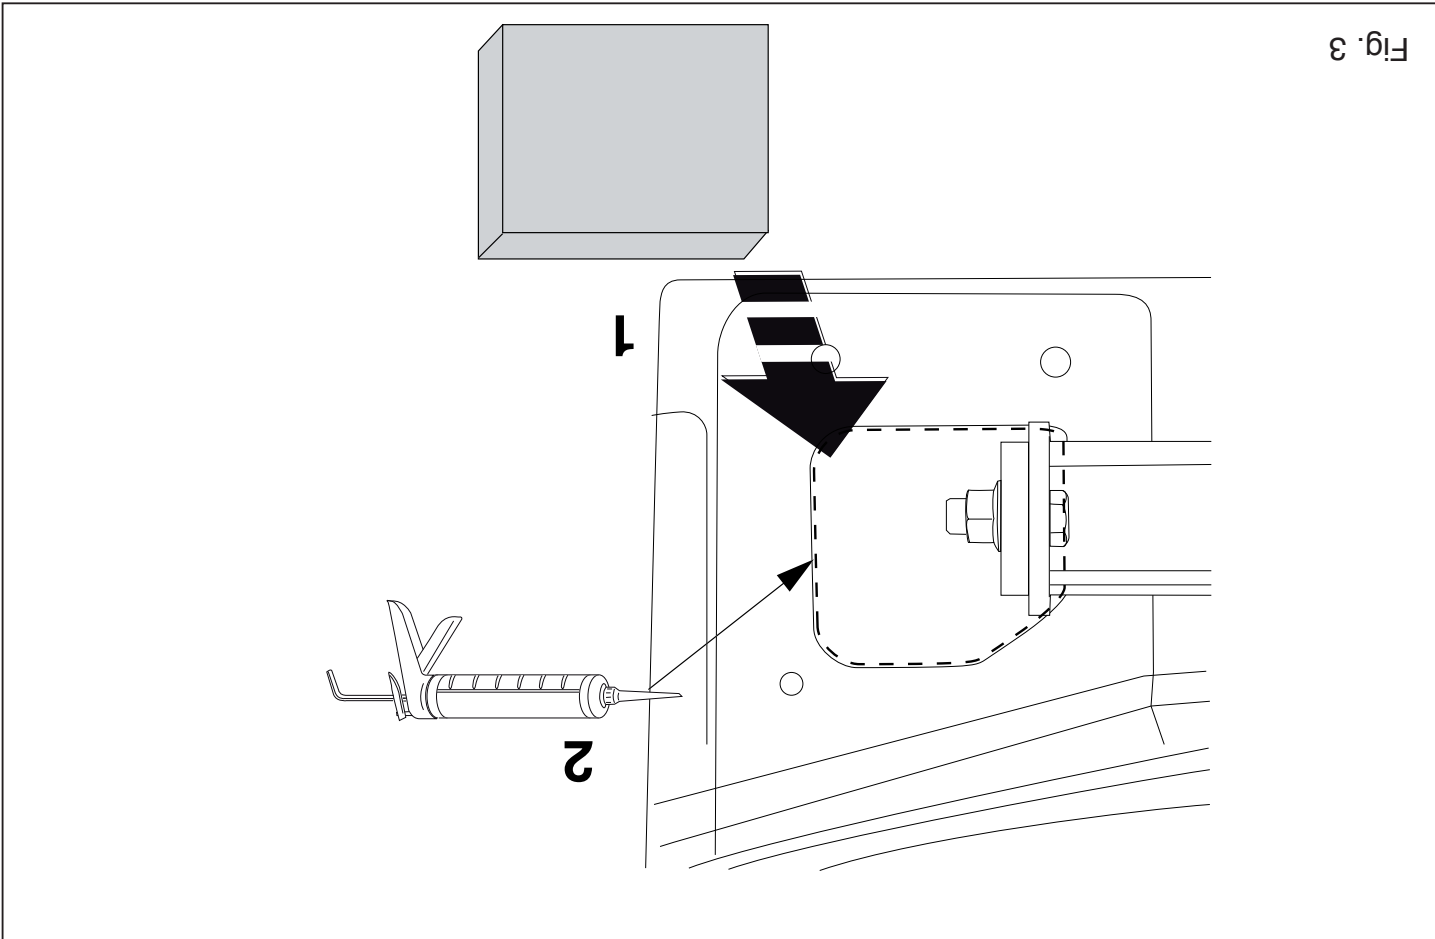

Fig. 3
7. Place the two PE foam blocks as sealing in the chassis members. Seal the portions indicated (see fig. 3).
7. Die zwei PE-Schaumblöcke als Dichtung in den Fahrgestellträger einsetzen. Die angegebenen Teile kitten (siehe Abb. 3).
7. Placer les deux blocs de mousse en polyester en guise de colmatage dans les longérons de châssis. Boucher les parties indiquées (voir la fig.3).